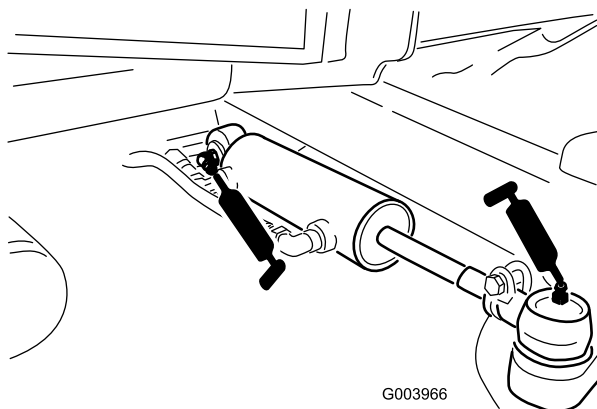

Figura 112
- Articulații sferice cilindru de direcție (2) (Figura 112)